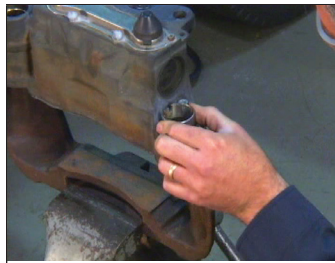

Figura 79 – Coloque el casquillo nuevo
5.6.26 Coloque el nuevo casquillo (6) en su posición, de modo que **cuando esté en su puesto, la pestaña se alinee con la ranura en la pieza fundida**. Con la pestaña alineada, coloque la herramienta (T14) sobre el casquillo y golpee ligeramente. Para colocar el casquillo, consulte la figura 79.